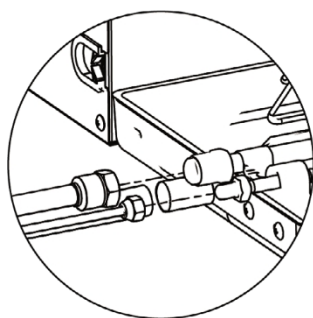

Abb. 16
- 2 Richten Sie den aufgeweiteten Teil des Kupferrohrs auf die Mitte der Gewindeverbindung aus. Ziehen Sie die Flanschmutter von Hand fest an, siehe Abb. 16 (Stellen Sie sicher, dass das Innenrohr korrekt angeschlossen ist. Eine falsche Ausrichtung der Mitte verhindert das ordnungsgemäße Anziehen der Flanschmutter. Das Gewinde der Mutter wird beschädigt, wenn die Flanschmutter mit Gewalt verdreht wird).